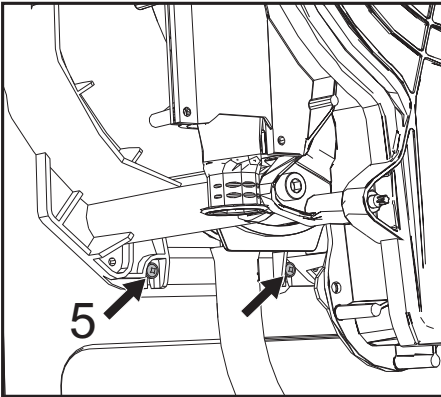

fig. 49
- Allentare le 2 viti **inferiori** "5" di fissaggio scambiatore al telaio (fig. 49)